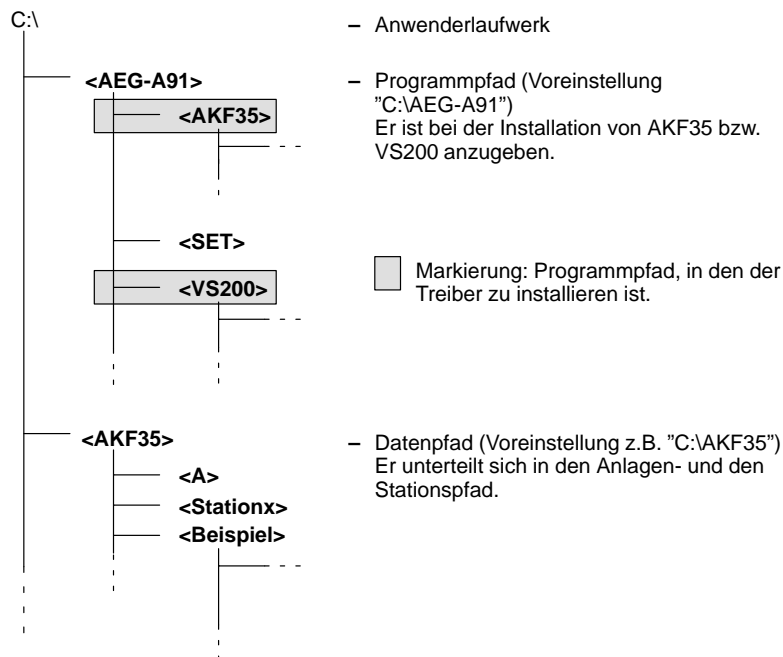

Bild 21 Programmpfad
Schritt 2 Kopieren Sie die Datei "BIK.EXE" auf Ihr Anwenderlaufwerk in den Programmpfad (s. Bild 21) z.B.